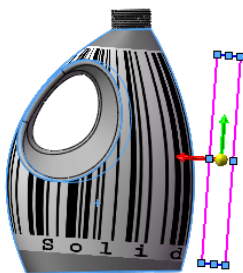
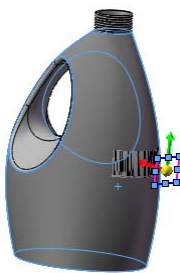

图 15-31 选择贴图对象
图 15-32 调整贴图大小
- 03 单击选择瓶子，生成贴图效果如图 15-31 所示。调整映射框的大小，将贴图修改至合理大小，如图 15-32 所示。